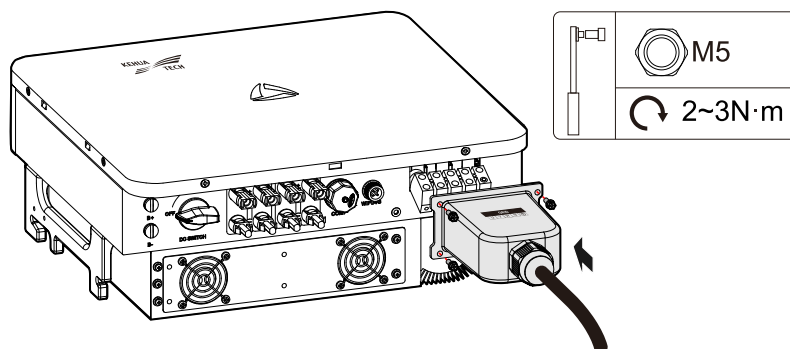

Figura 3-25 Aperte a tampa à prova d'água da saída de CA
- Etapa 3 Após prender a fiação, fixe a tampa à prova d'água da saída CA ao inversor instalando quatro parafusos de adaptação M5x12 de aço inoxidável e depois fixe a porca da saída CA externa, como mostrado na Figura 3-25.